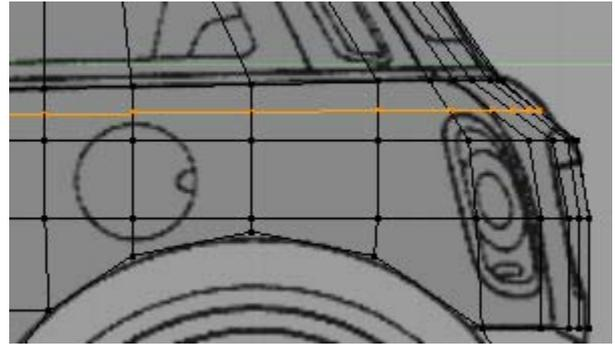

Figura 4.81
10. Seleccione o contorno da base dos vidros laterais ou o imediatamente abaixo, **[Alt]+[RMB]** sobre uma das arestas, e insira um novo contorno, **[Ctrl]+[R]**, figura 4.81.